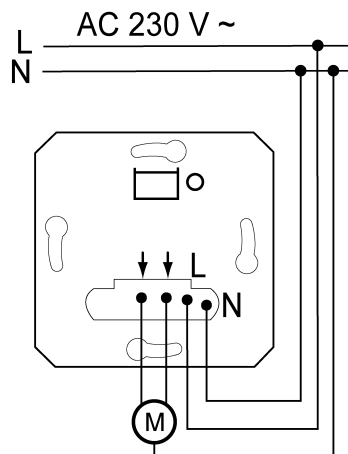
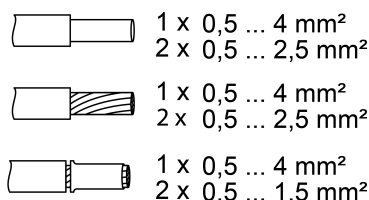

Bild 2: Anschluss Einsatz
Bild 3: Klemmbarer Leitungsquerschnitt
- Jalousie-Einsatz gemäß Anschlussplan anschließen (Bild 2). Dabei klemmbare Leitungsquerschnitte beachten (Bild 3).